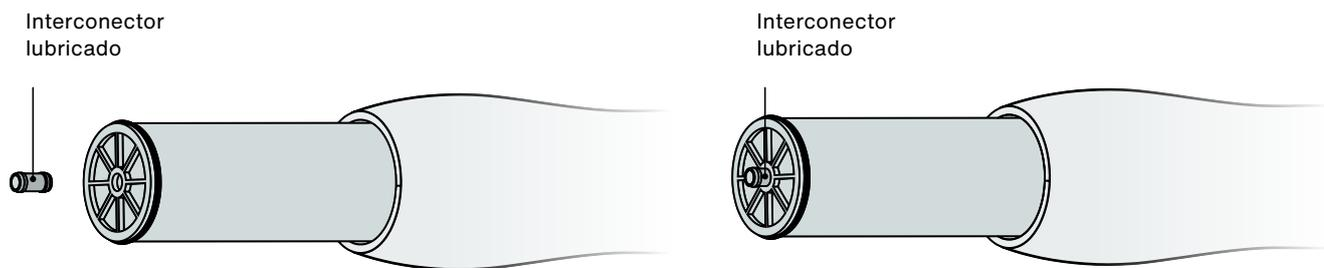
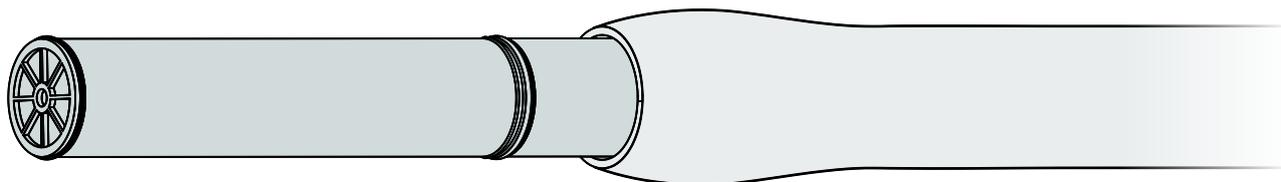

Figura 3: Instalación del interconector lubricado.
Figura 4: Inserción del siguiente elemento de OI.
3. Lubrique las juntas tóricas del conector y deslice el conector en el tubo de permeado del elemento de cola (**Figura 3**). Levante el siguiente elemento e instale el extremo de arrastre en el conector mientras sostiene el elemento anterior en su lugar (**Figura 4**).